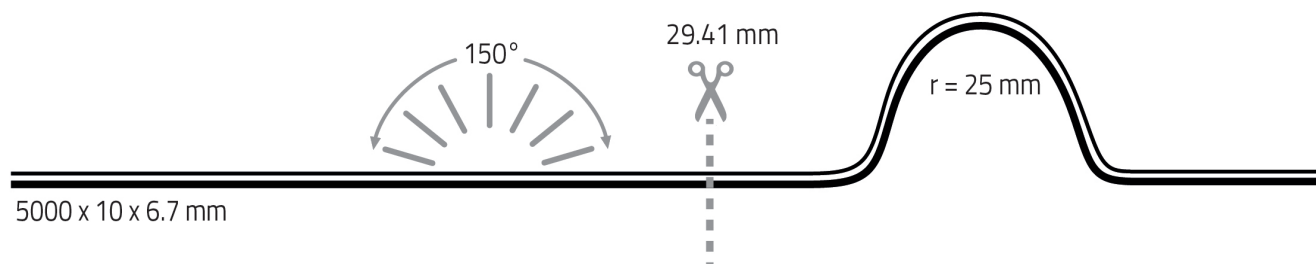

Bild 1
2. **VARDIFLEX** LED-Strip, falls erforderlich, kürzen (Bild 1).
VARDIFLEX LED-Strip kann jeweils nach **vierzehn LEDs (55,56 mm)** getrennt werden (Bild 1).